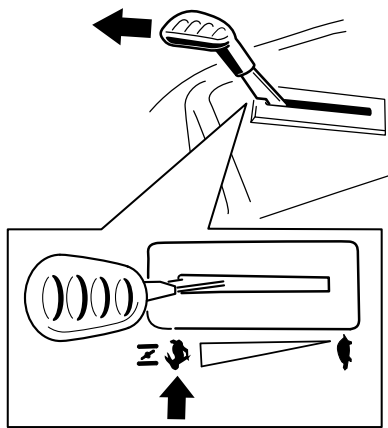

Figure 15
**Remarque:** Engagez toujours les lames en plaçant la commande d'accélérateur à la position HAUT RÉGIME (Figure 15).